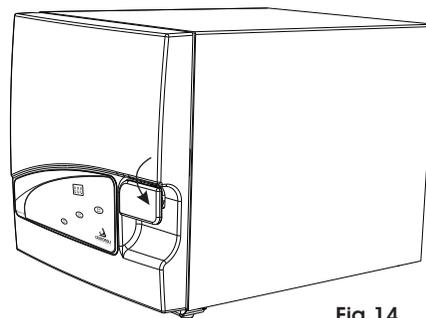

Fig. 14
- 5▶ **FECHO** - Localizado na parte frontal da autoclave (Fig.3), é utilizado para abrir, fechar e travar a porta da autoclave (conjunto painel/tampa). Para verificar a posição correta do fechamento consulte a Fig.14, pág.12.
- ▶ Abasteça a autoclave com os materiais a serem esterilizados, tomando cuidado para não encostá-los nos orifícios das saídas internas de vapor, pois isso ocasionará interferência no ciclo. Consulte "Recomendações para o Melhor Acondicionamento do Material na Autoclave" (Pág. 19, item 6.4). Não sobrecarregue a autoclave.
- ▶ Feche a porta da autoclave pressionando-a contra a câmara (cuba) e mova o fecho totalmente para a direita e para baixo até o final do curso (o fecho deverá estar completamente nivelado com o painel, Fig.14). Para a abertura da autoclave repita o mesmo procedimento de modo inverso.